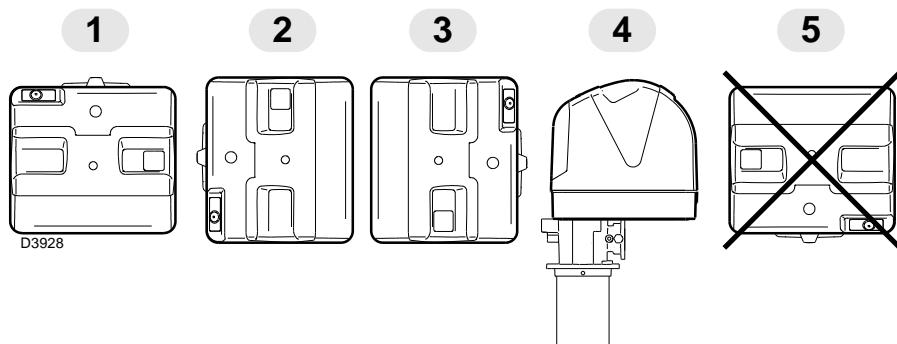

Fig. 9
- el año de fabricación criptografiado (C);
- el número de matrícula (D);
- los datos de la alimentación eléctrica y el grado de protección (E);
- la potencia eléctrica absorbida (F);
- los tipos de gas a usar y las correspondientes presiones de alimentación (G);
- los datos de la potencia mínima y máxima posibles del quemador (H) (véase Campo de trabajo);
- la categoría del aparato/países de destino (I).
- El quemador está preparado exclusivamente para el funcionamiento en las posiciones 1, 2, 3 e 4 (Fig. 9).